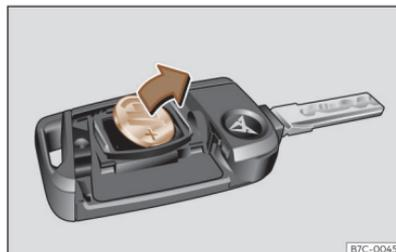

Fig. 45 Llave del vehículo: extracción de la pila.
- Extraiga la pila del compartimento con un objeto fino adecuado >>> **fig. 45**.
- Encaje una pila de botón nueva en el compartimento >>> ①.